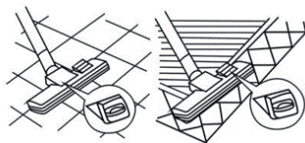

Рис. 2
- При использовании щётки (15), установите переключатель (16) в необходимое положение «пол/ковёр» (рис. 2).